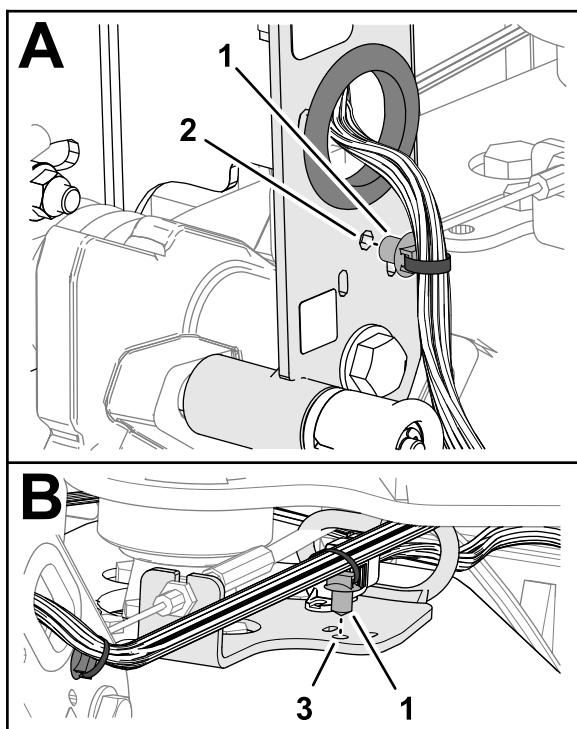

图 10
4. 将机器线束的压入式锚栓插入手把槽的孔中 **图 10**。